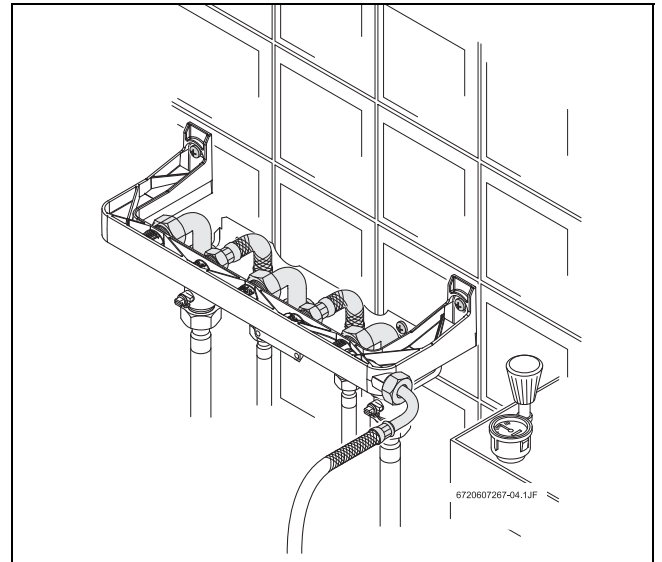

Рис. 20 Проверка на герметичность
- ▶ Проверить герметичность соединений (рис. 20).